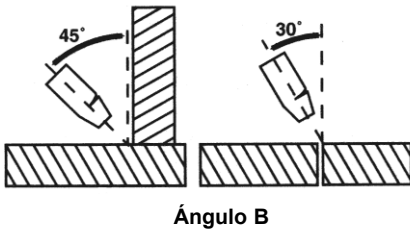

Figura 11. Posición de la pistola, Ángulo B
- El ángulo B (Figura 11) puede variarse por dos razones: para ver mejor el arco en relación al charco de soldadura fundida y para dirigir la fuerza del arco.